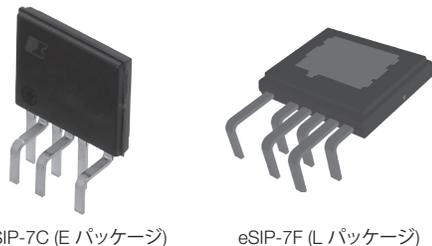

図 2. パッケージオプション
6. パッケージ: eSIP-7C, eSIP-7F (図 2 参照)。